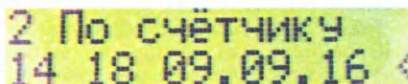

Рис. 10
2. По счётчику (рис. 10). Пользователь задаёт количество воды, которое необходимо вылить, и включает полив. Остановка произойдёт автоматически.